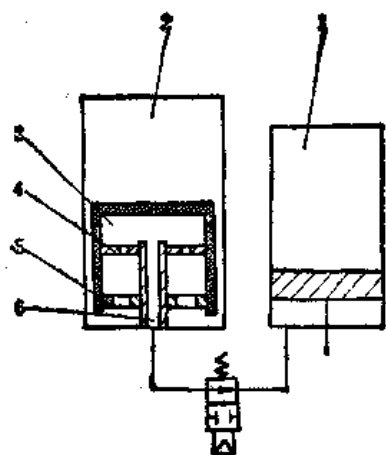

图3-1-10 带缓冲器升降装置示意图
② 去掉浮动活塞，采用气液直接接触式气压油传动，如图3-1-10所示。为了使提升缸里的油进入贮油缸时平稳，液面不翻腾，减少泡沫，在提升缸的贮油罐里增加缓冲器3。缓冲器3里装有隔离板4和5。板5的通道面积是板4通道面积的2~3倍。板4的通道面积又是管道6通道面积的2~3倍。因此，油进入贮油罐时是一级一级减速，液面平稳，油就不起泡沫，也不会随气体排走。气液直接接触式的气压油